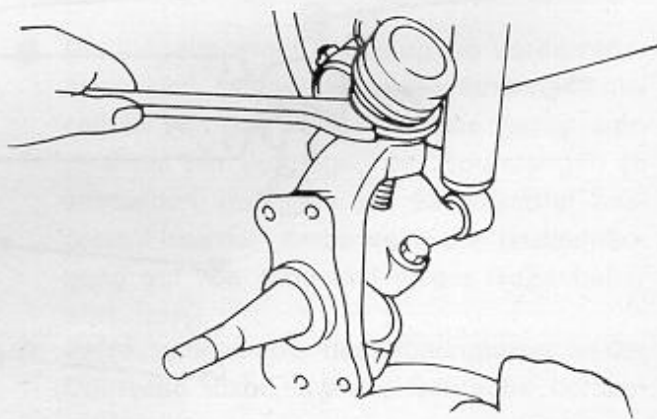

Bild 105
- Exzenterbüchse zur Einstellung des Sturzes am oberen Kugelgelenk mit dem Spezialschlüssel VW 179 lockern, wie es aus Bild 105 ersichtlich ist.